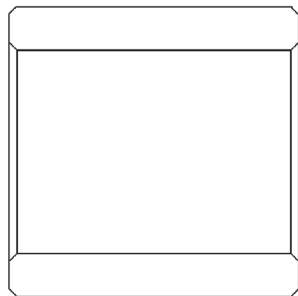

图 4-72 平行约束图元
STEP 04 执行操作后，即可平行约束图元，效果如图 4-72 所示。